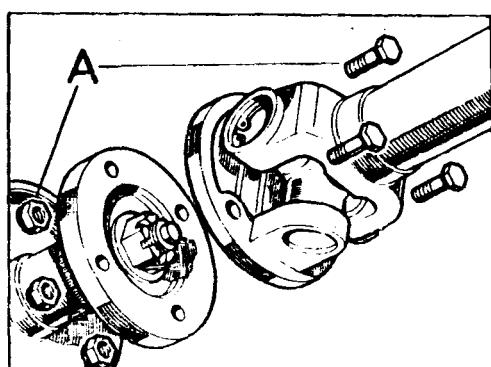

Fig. C1-13 Árbol de transmisión para el eje delantero
- 1.4. Retirar los elementos de fijación, A, (Fig. C1-13) del árbol de transmisión delantero.